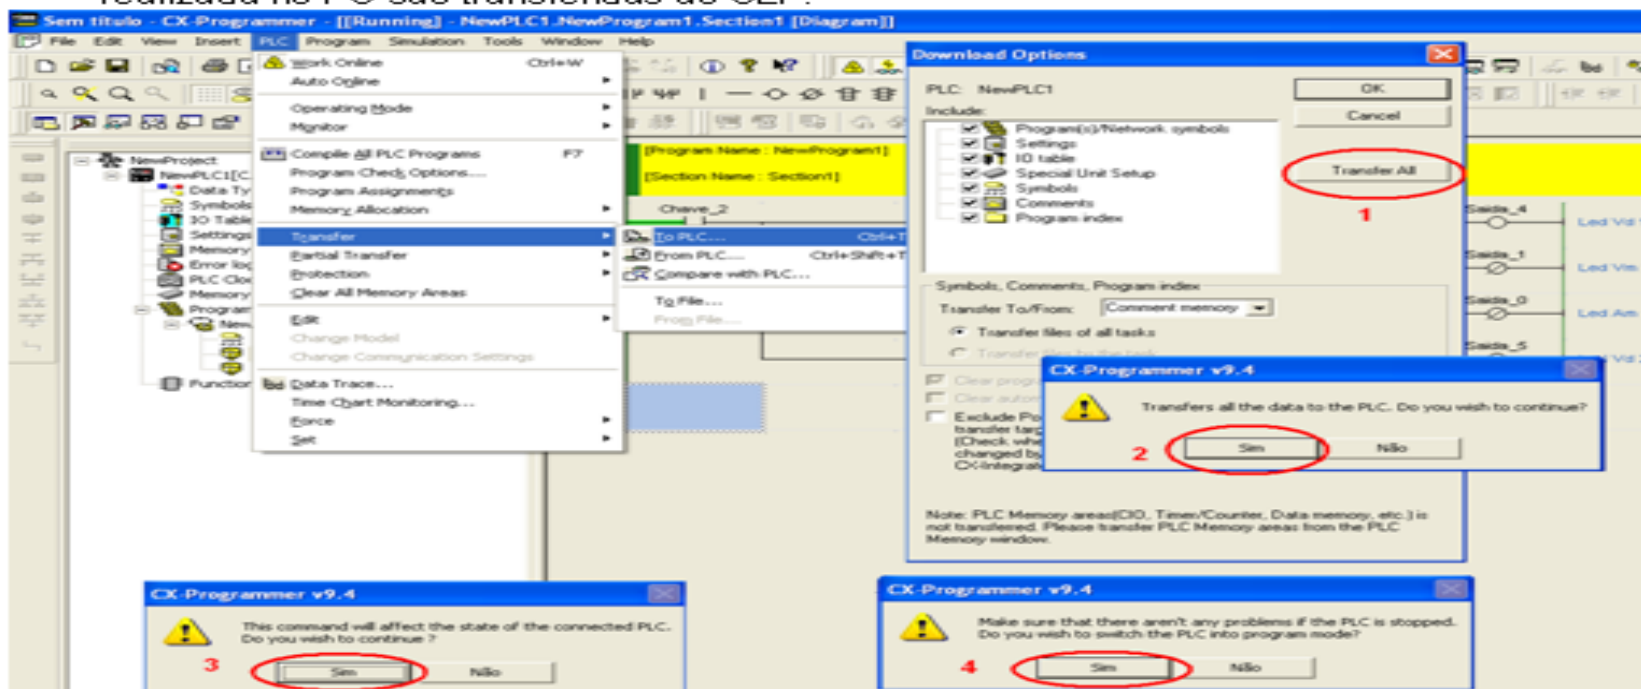

Figura 18: Sequência para transferência do programa Ladder para o CLP
3.13 Transferir o programa para o CLP: após a colocação do CX-Programmer na condição **Online** com o CLP clicar em **PLC => TRANSFER => TO PLC (Figura 18)**, na janela seguinte clicar em **TRANSFER ALL**. As janelas subsequentes são de confirmação da transferência uma vez que esta deve apagar a programação atual do CLP e substituí-la pelo novo programa. Clicar em **Sim** em todas as janelas, conforme indicado nas janelas 1, 2 3 e 4 da **Figura 18**. Ao final da operação toda a lógica e a configuração realizada no PC são transferidas ao CLP.